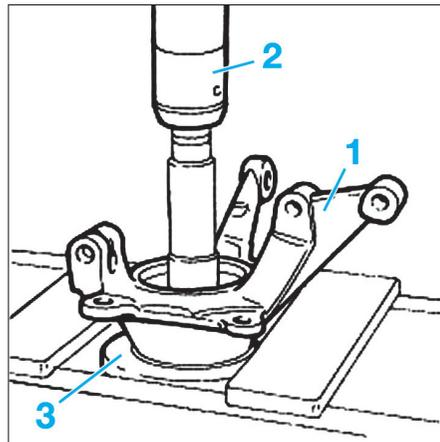

Fig. 17
- [1]. Outil d'immobilisation du moyeu type Y (réf. 1870815000) (Fig.17).
- Placer le pivot (1) sur une presse hydraulique (2) et extraire le moyeu de roue (3) du pivot (1) (Fig.17).